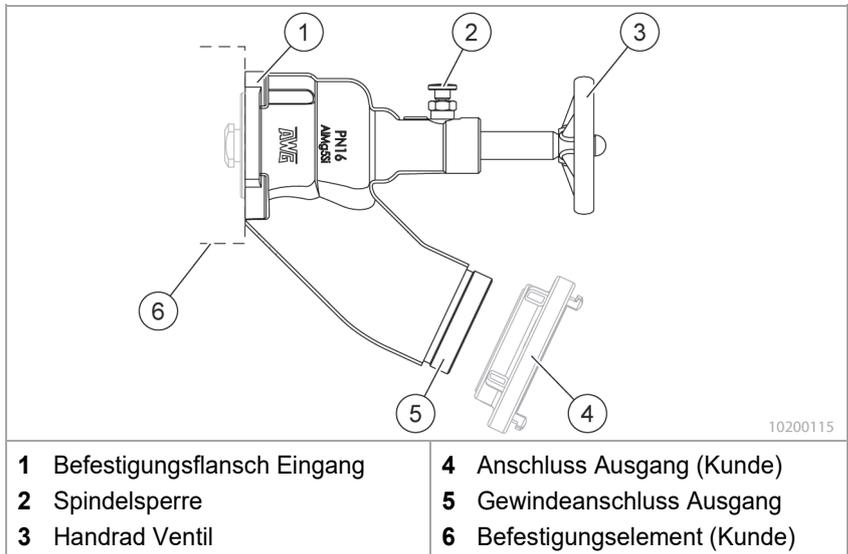

Fig. 2 Handhabung
Im Text steht ein Hinweis auf eine Abbildung mit Positionsnummer in Klammern: (Fig. 2/4) bedeutet Positionsnummer **4** in Abbildung 2.
3. Das Handrad (Fig. 2/3) durch Drehen gegen den Uhrzeigersinn vollständig öffnen.
Hinweis Durch Lösen der Spindelsperre (Fig. 2/2) am Ventilhals wird die Rückschlagwirkung aufgehoben, das Ventil ist dann permanent geöffnet.
3. Das Handrad (Fig. 2/3) durch Drehen im Uhrzeigersinn vollständig schließen.